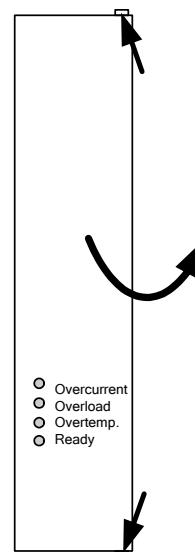

Bild 6-1 Öffnen der Frontklappe
- ◆ Die beiden Schrauben oben und unten in der Frontplatte lösen, Frontplatte mit Seitendeckel zur Seite schwenken (Bild 6-1). Die Frontplatte mit Seitendeckel muss dabei nicht abgenommen werden. Die Schutzleiterverbindung zur Frontklappe muss dabei abgezogen werden!